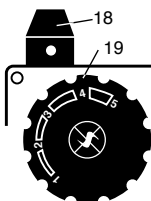

Fig. 2.2.c
- Girare il pomello di comando (18) nella posizione indicata nella fig. 2.2.b e girare la manopola di regolazione del termostato (19) in senso antiorario per scegliere la temperatura desiderata. Se la temperatura dell'acqua risulta inferiore a quella indicata sul termostato, il bruciatore si riaccende automaticamente.